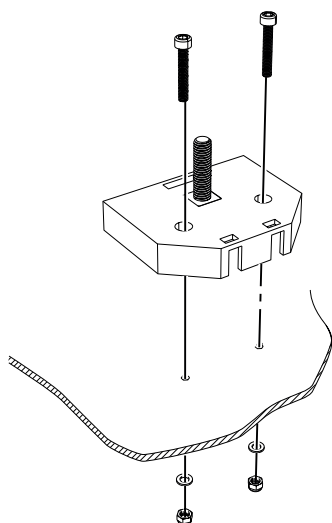

Bild 27. Skruva fast säkringshållaren
1. Skruva fast säkringslådan med de medföljande skruvarna (2 st. M4x25) + brickor och mutter, se Bild 27.